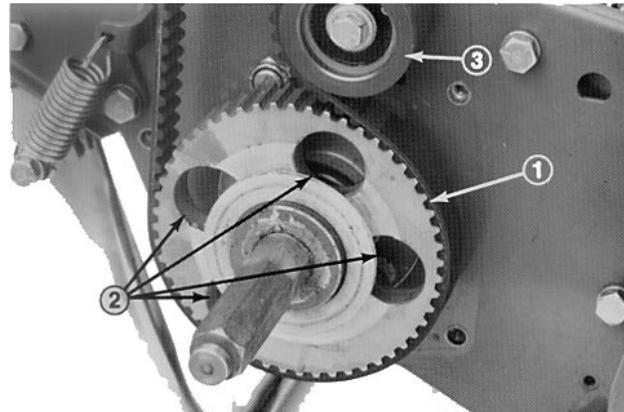

Bild 3
- Die Antriebslaufscheibe soweit drehen, bis die Löcher mit den (4) Rollenlager-Flanschschrauben (Bild 3) abgestimmt sind.